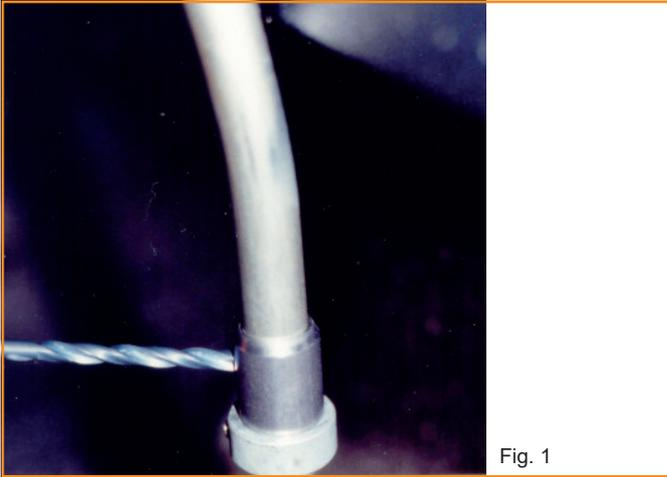

Fig. 1
- Then push the small tube supplied with the chamfered side uppermost over the gear lever. See Fig.1
- Schieben Sie die mitgelieferte Distanzbuchse mit der angefasten Seite nach oben über die Schaltstange. Siehe Fig.1.